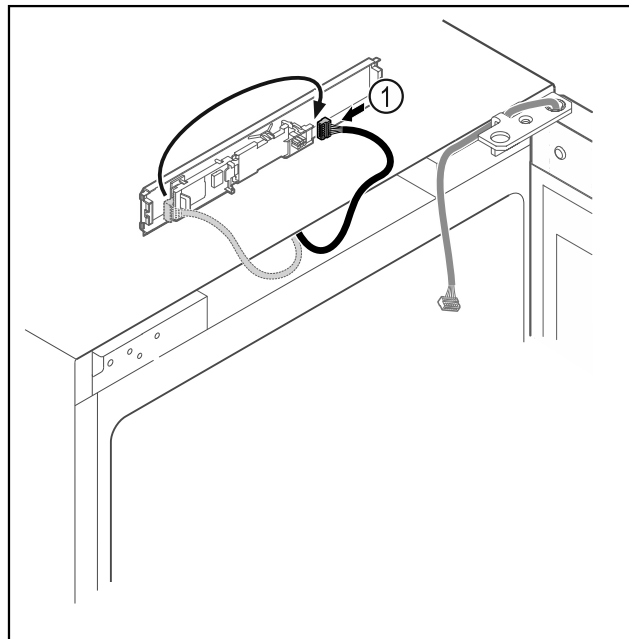

Fig. 14
- ▶ Ponovno spojite utikač Fig. 14 (1) na tiskanu pločicu.